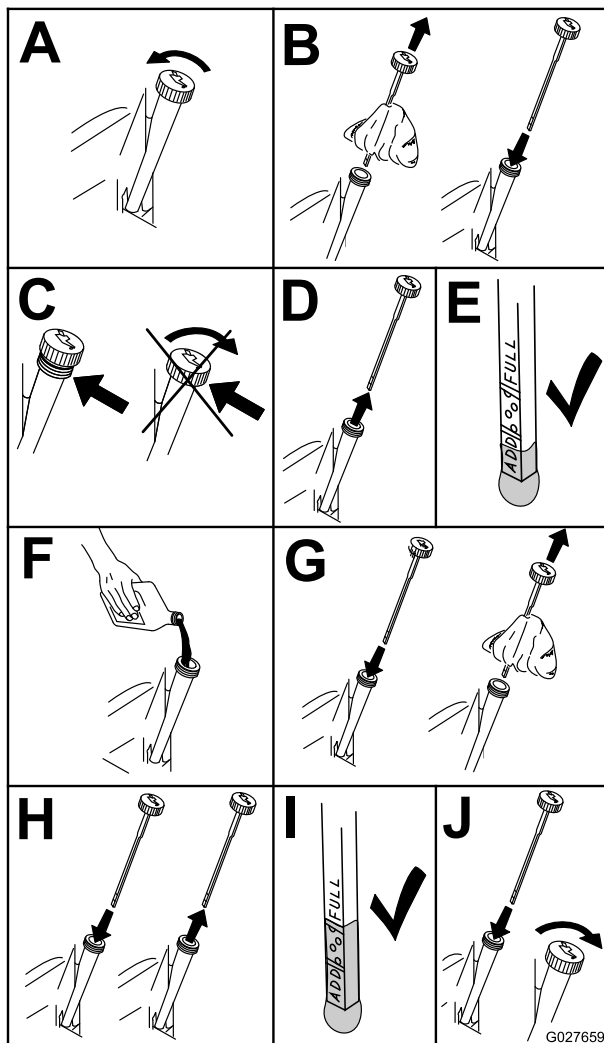

Figura 47
- Prima di scendere dal posto di guida dell'operatore, spegnere il motore, togliete la chiave di accensione e attendete che si fermi tutto il movimento (Figura 47).